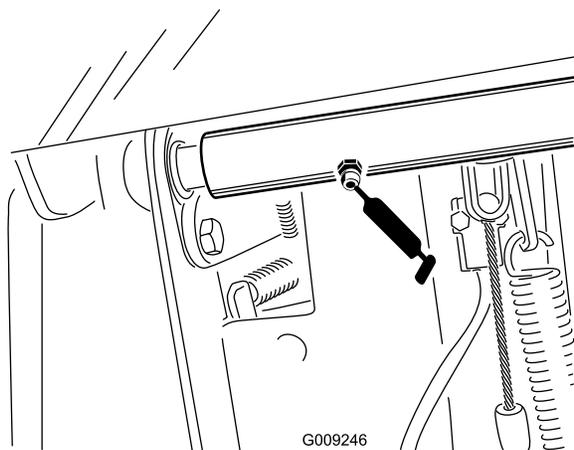

Figura 35
- Cuscinetti orientabili dell'albero del freno (2) (Figura 35)